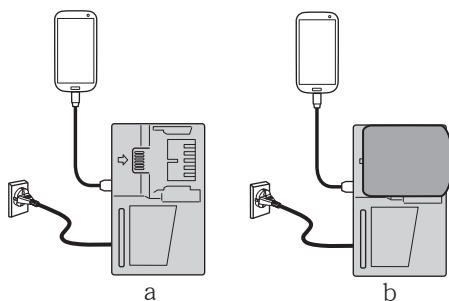

图 19
- 将 USB 设备插入插座进行充电（图 19-a）。
- 将 USB 设备和电池插入插座进行充电。（图 19-b）